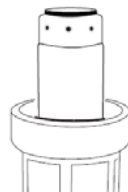

Figura 7
10. Coloque el filtro en la carcasa. (Ver Figura 7.)